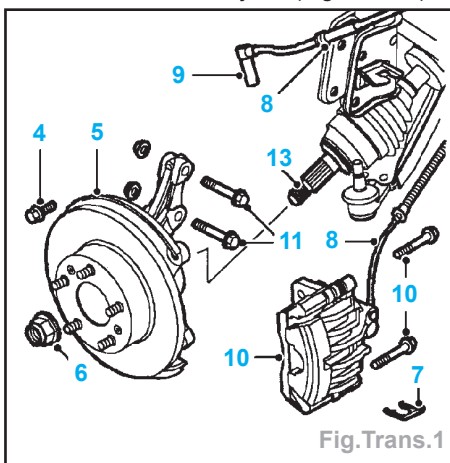

Fig.Trans.1
- Redresser la languette de blocage de l'écrou d'arbre de roue. Un aide appuyant sur la pédale de frein, enlever l'écrou (6) d'arbre de roue et le jeter (Fig.Trans.1).